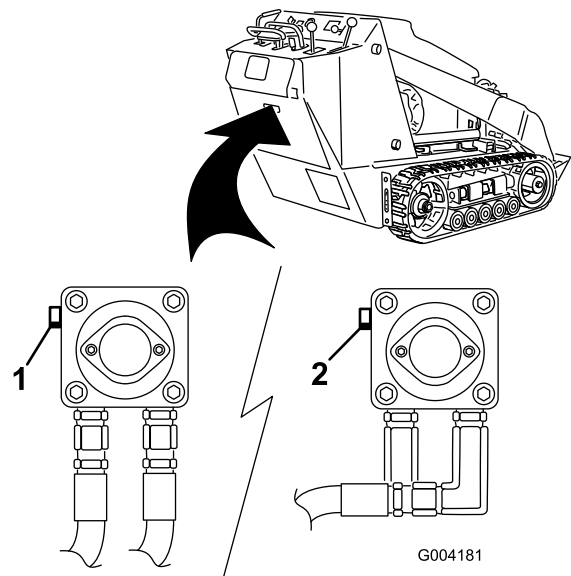

Bild 18
- Drehen Sie die Schleppventile auf der Hydraulikölpumpe mit einem Schraubenschlüssel zweimal nach links (Bild 18).